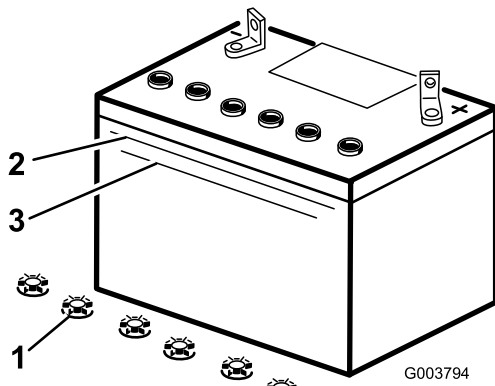

Figura 36
3. Mire hacia el lateral de la batería. El electrolito debe llegar a la línea superior (Figura 36). No permita que el electrolito esté por debajo de la línea inferior (Figura 36).
6. Retire los tapones de llenado de la batería (Figura 36).
7. Vierta lentamente agua destilada en cada célula de la batería hasta que el nivel de electrolito llegue a la línea superior (Figura 36) de la caja de la batería.
8. Espere de cinco a diez minutos después de llenar las células de la batería. Añada agua destilada, si es necesario, hasta que el nivel de electrolito llegue a la línea superior (Figura 36) de la caja de la batería.